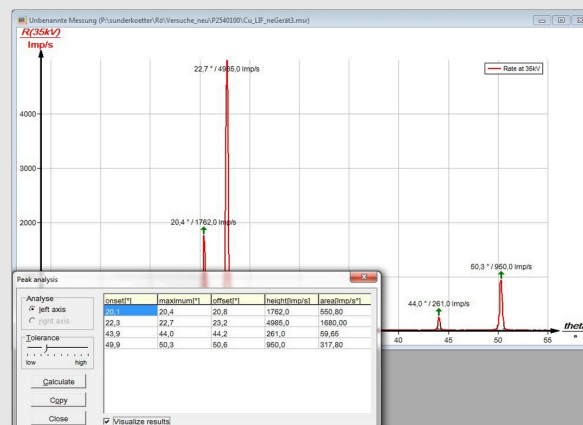

Fig. 11: Análisis automático de picos con "medición".
- Aparece la ventana "Análisis de Picos" (ver Fig. 11). Luego, hacer clic en "Calcular".